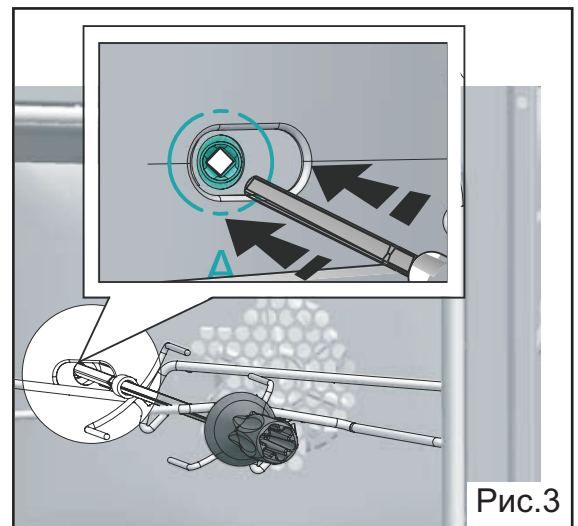

Рис.3
- слегка нажмите, чтобы зафиксировать конец вертела в квадратном хвостовике, расположенном на задней стенке рабочей камеры печи (рис. 3).